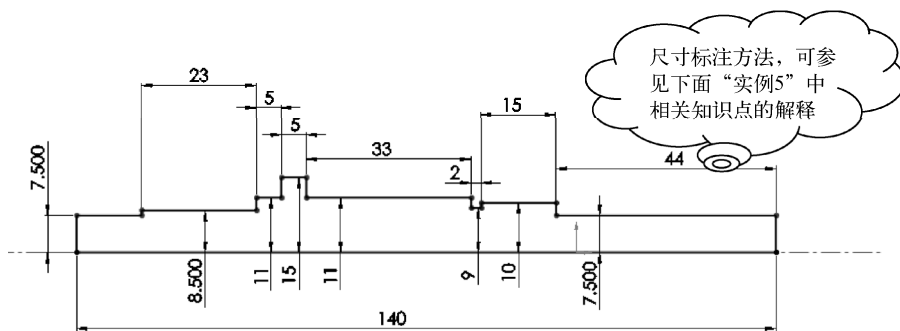

图 2-7 为图形标注尺寸
STEP 3 单击“草图”工具栏中的“智能尺寸”按钮，选择整个线段拖动，或者选择线段的两个端点拖动并单击，在弹出的对话框中为每条线段设置正确的长度，如图 2-7 所示，为图形标注尺寸。